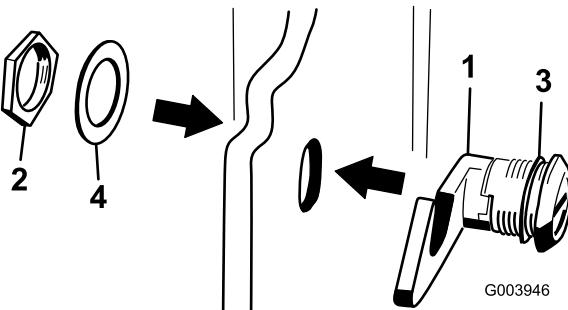

Bild 18
3. Nehmen Sie die Mutter vom Motorhaubenriegel ab (Bild 18).